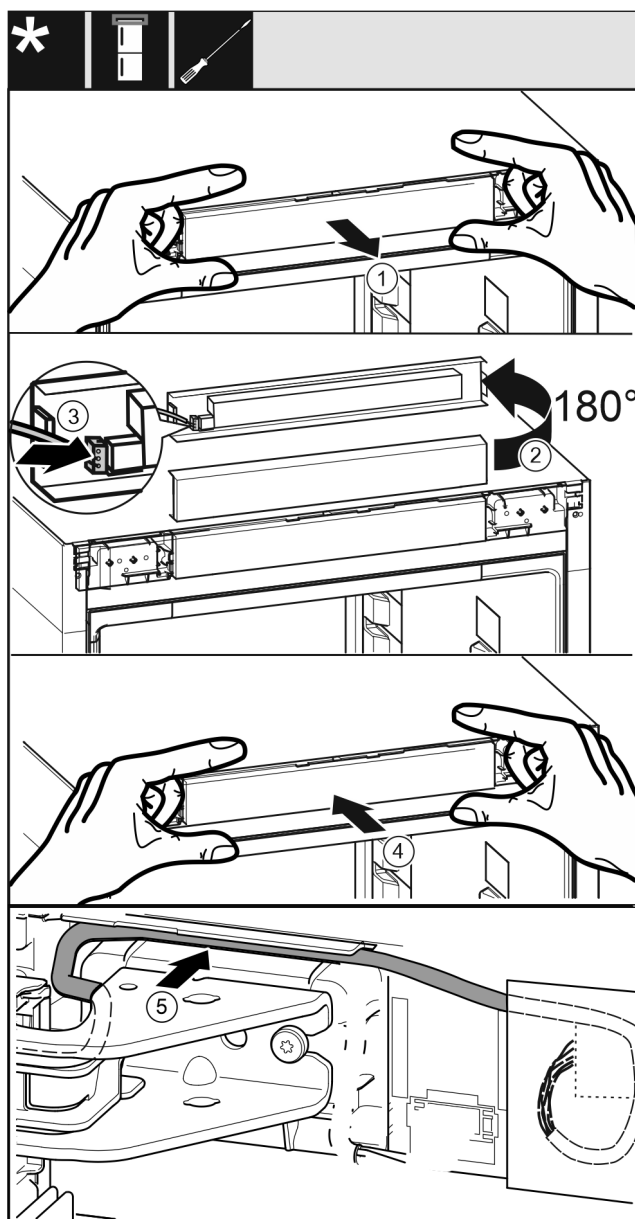

Fig. 43
- 小心地取出控制面板。 Fig. 43 (1)
- 将隔板向上旋转 180°。 Fig. 43 (2)
- 将插头卡紧在控制面板上。 Fig. 43 (3)
- 将控制面板重新卡紧在冰箱上。 Fig. 43 (4)
- 将灰色电缆通过上方托架小心地放置到导向装置中。 Fig. 43 (5)